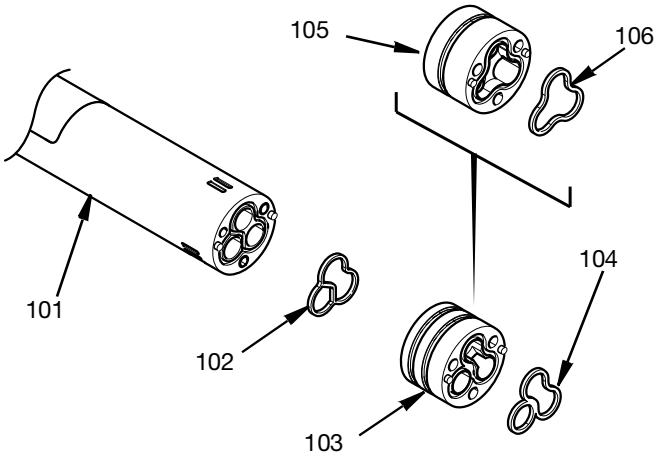

FIG. 28
8. Orta gövdenin (101) yüzündeki yuvaya yeni bir adaptör contası (102) yerleştirin. Adaptör pimi deliklerini yerleştirme pimleriyle hizalarken uygun adaptörü (103/105) orta gövde üzerine itin. İki malzeme adaptörü (103) için yeni bir conta (104)
veya bir malzeme adaptörü (105) için contayı (106) yerleştirin. Bkz. FIG. 28.